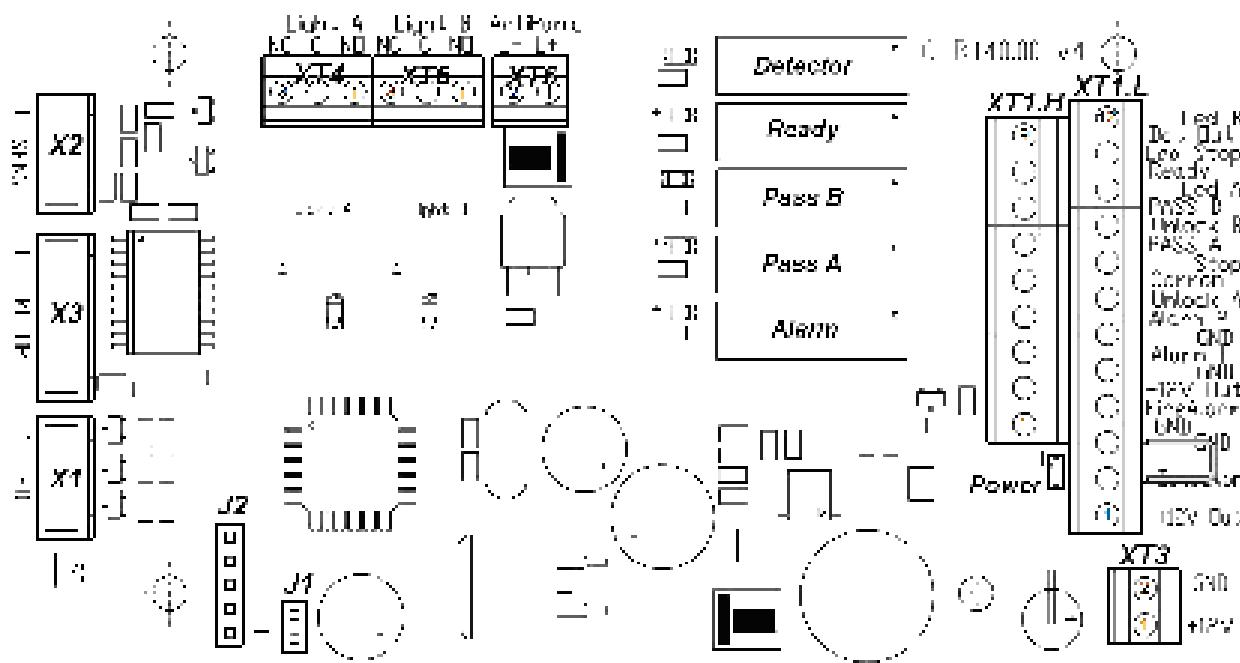

Рисунок 4. Внешний вид платы управления
Общий вид платы управления показан на рис. 4. На плате расположены:
Подключение указанных устройств производится в соответствии со схемой электрических соединений (см. рис. 4 и 10) к выносной клеммной колодке **XS1**, на которую выведены контакты с клеммных колодок **XT1.L** и **XT1.H** платы управления. Подключение осуществляется с помощью кабеля (14).
Факт срабатывания/отпускания реле PASS A, PASS B, Ready, Detector и Alarm можно определить по загоранию/ гашению красных индикаторов, которые установлены вблизи указанных реле (см. рис. 4).